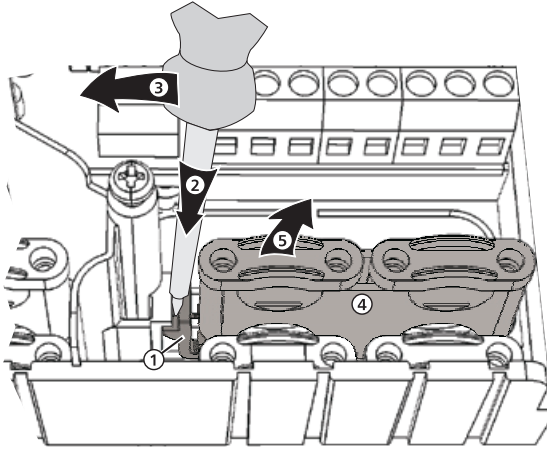

Fig. 5 : retrait du pont de plastique droit
1. Entre le boîtier et la borne à ressort ①, placez le tournevis pour vis à tête fendue au niveau du pont de plastique droit ② (Fig. 5).
2. Appuyez le tournevis avec précaution vers la gauche ③. Soulevez ainsi la borne à ressort ① vers la droite jusqu'à ce que le pont de plastique ④ soit dégagé.
3. Tirez à la main le pont de plastique vers le haut ⑤.